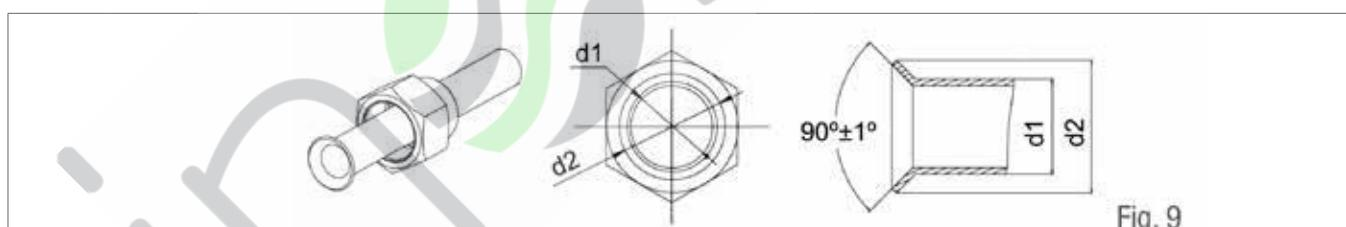

Fig. 9
4. Prüfen Sie, ob der aufgeweitete Teil gleichmäßig verteilt ist und keine Risse aufweist (siehe Fig. 9).